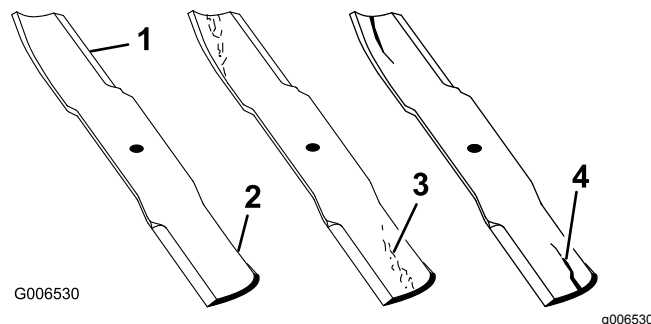

Figura 101
1. Inspeccione los filos de corte (Figura 101).
4. Si observa fisuras, desgaste o la formación de una ranura en esta zona, instale de inmediato una cuchilla nueva (Figura 101).